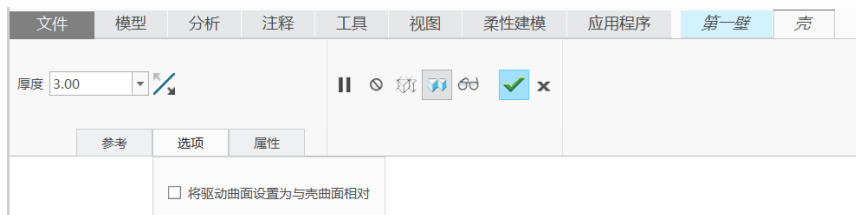

图 1-16 “壳”选项卡
(1) 从功能区的“模型”选项卡中选择“操作”→“转换为钣金件”命令，打开“第一壁”选项卡。
(2) 在“第一壁”选项卡中单击（壳）按钮，打开“壳”选项卡，如图 1-16 所示。